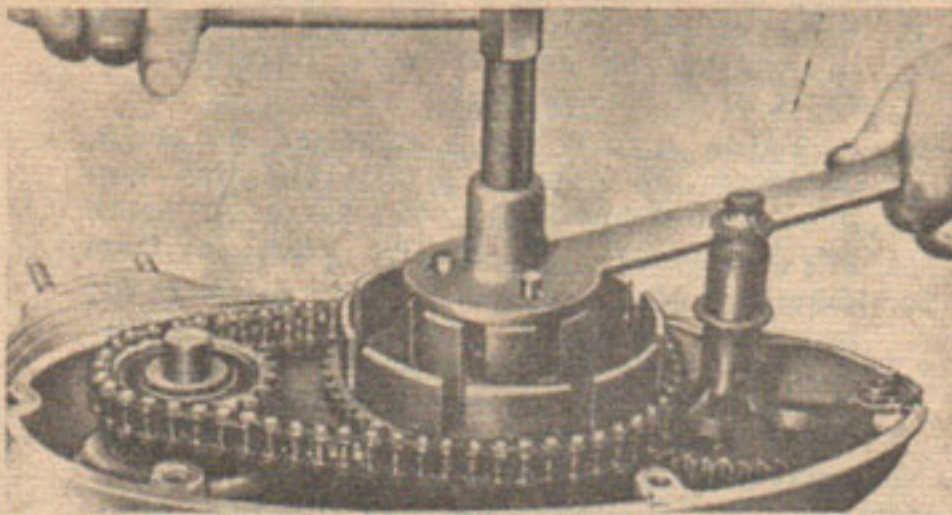

Fig. 4
8. Aplatir la cornière sous l'écrou fixant le moyeu d'embrayage et dévisser l'écrou à l'aide d'une clé à douille (17).
9. Appliquer l'extracteur S 42 sur le moyeu d'embrayage, assurer par les 3 goupilles et extraire le moyeu (fig. 4).